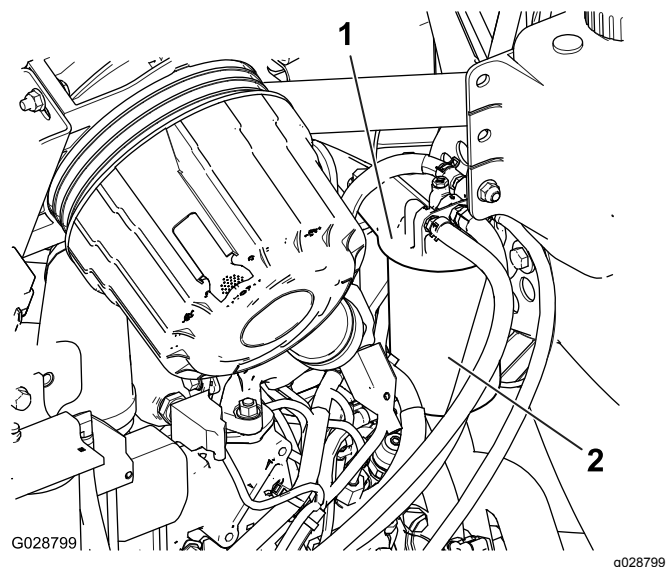

Figura 72
2. Retire o filtro e limpe a superfície de montagem da cabeça do filtro (Figura 72).
1. Limpe a zona em torno da cabeça do filtro de combustível (Figura 72).